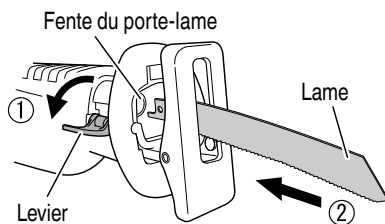
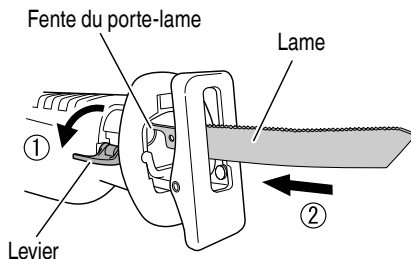

Fig. 9
Fig. 10
- (1) Pivoter le levier pour ouvrir le serre-lame.
- (2) Insérer la lame de scie à fond dans la petite fente du porte-lame avec le levier pivotant. Il est possible d'orienter la lame vers le haut ou vers le bas. (Fig. 9, Fig. 10)